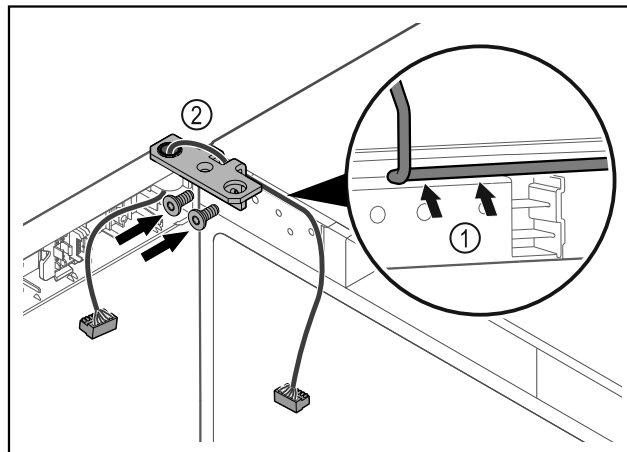

Fig. 42
- ▶ Poprowadzić kabel przez wgłębienie w zawiasie i ostrożnie go ułożyć Fig. 42 (1).
- ▶ Przykręcić zawias Fig. 42 (2).